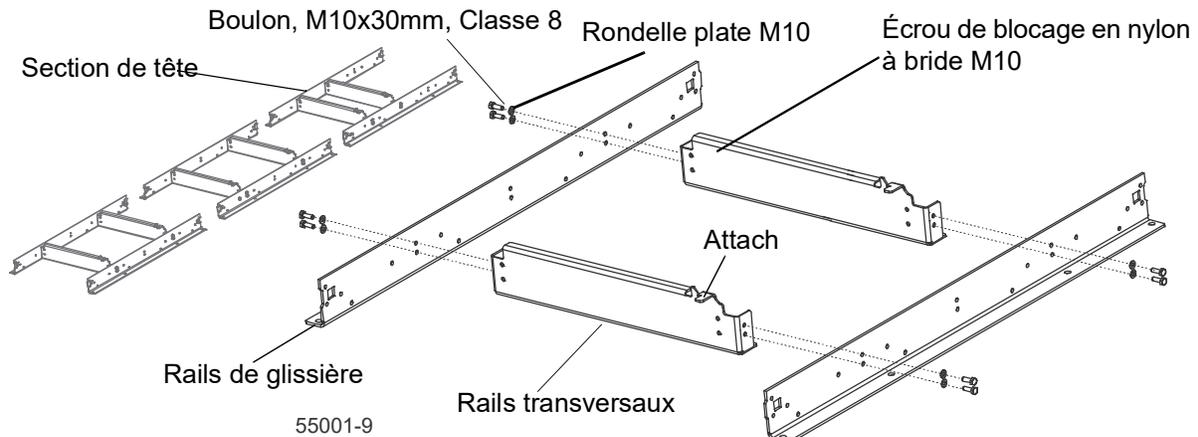

FIG. 3-1
1. Fixez les rails de glissière sur le rail transversal en fixant **sans serrer** les boulons M10x30mm. Voir Figure 3-1.